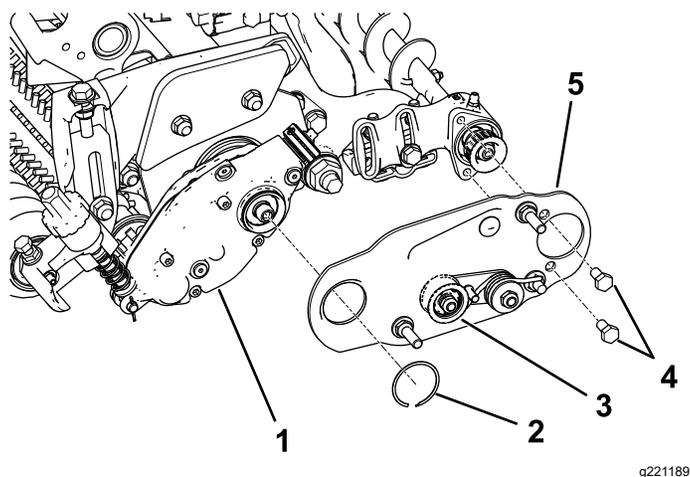

图 9
3. 安装左侧或右侧滚筒刷枢轴板 图 9。
**注意** 确保怠轮皮带轮组件按 图 9 中所示安装在底部。
4. 为 2 个螺栓 5/16 x 1/2 英寸涂抹 242 乐泰胶蓝色并用这两个螺栓将滚筒刷侧板安装到滚筒刷轴承座上 图 9。
5. 用卡环将滚筒刷侧板固定至滚筒刷架上 图 9。